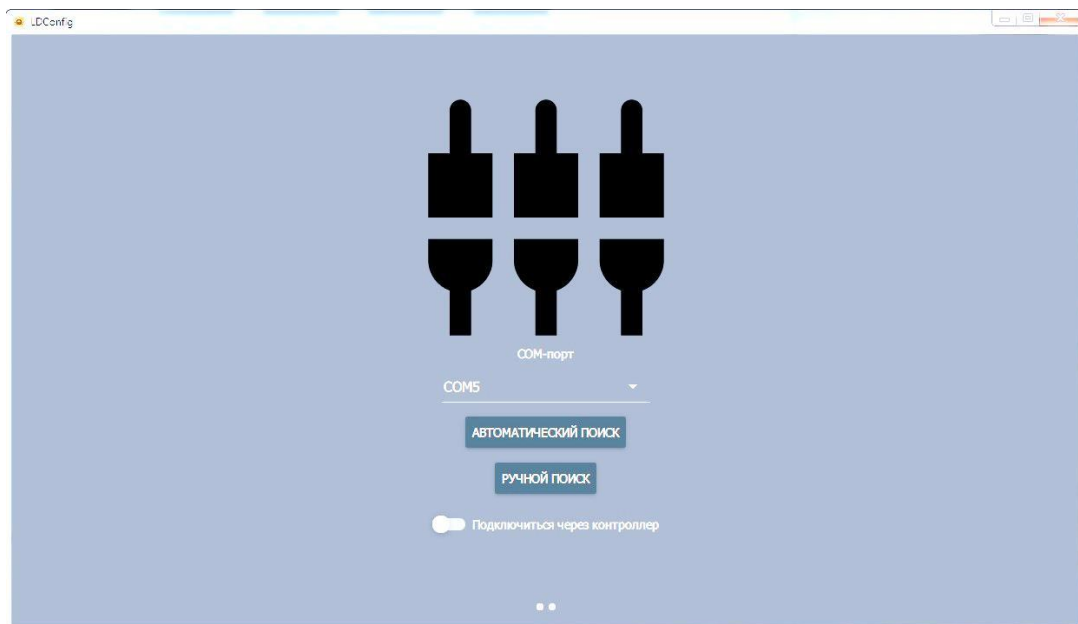

Рисунок 4
- в конфигураторе «LDConfig» выберите COM-порт, к которому подключен датчик (Рис.4). Посмотреть порт устройства можно в «Диспетчере устройств системы»;
- нажмите на кнопку АВТОМАТИЧЕСКИЙ ПОИСК (рис.4);
– В конфигураторе «LDConfig» выберите COM-порт, к которому подключен датчик (рис.4). Посмотреть порт устройства можно в «Диспетчере устройств системы»;
- Нажмите на кнопку РУЧНОЙ ПОИСК (рис.4);